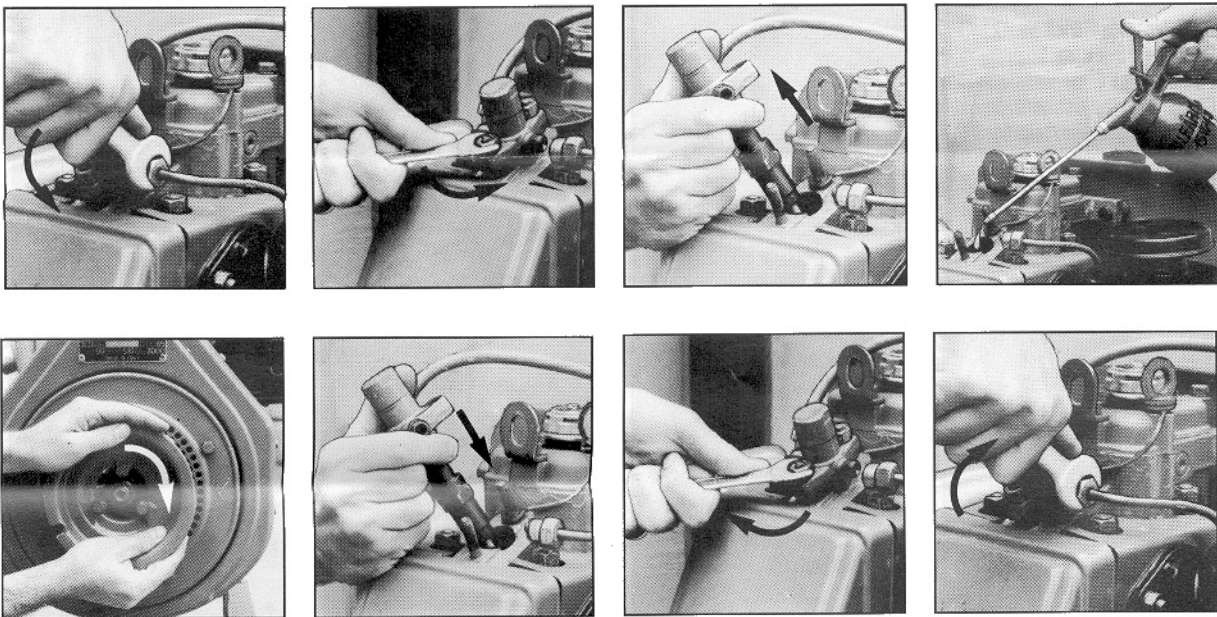

Рис. 30
5. Открутить накидную гайку на форсунке, демонтировать форсунку, залить в цилиндр 2 см^3 чистого моторного масла, повернуть коленвал на 1 оборот. Установить форсунку на место (рис. 30).